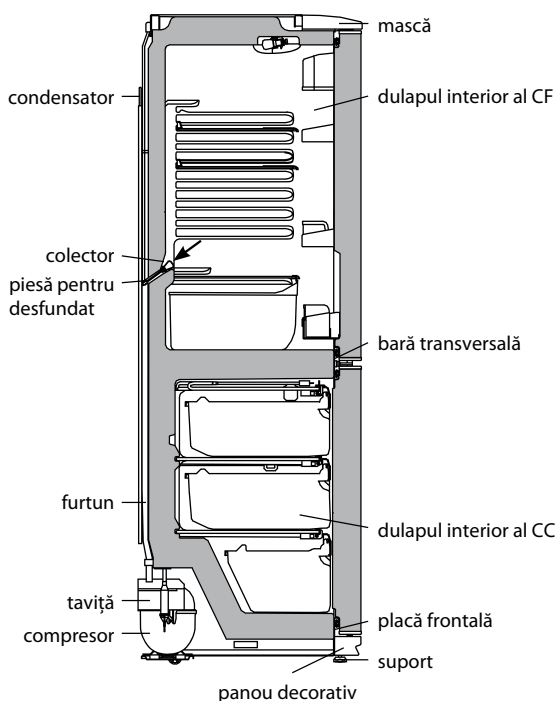

Figura 5 — Schema scurgerii apei rezultate în urma topirii din CF
3.5.1 În CF se folosește un sistem automat de dezghețare. Bruma, care apare pe perețele din spate a CF, după deconectarea compresorului care lucrează în ciclu, se topește și se transformă în picături de apă. Picăturile de apă rezultată în urma topirii se scurg în colector, apoi prin gaura acestuia și prin furtun - în tavița de pe compresor, în conformitate cu figura 5 și se evaporă. Gaura colectorului este dotată cu o piesă pentru prevenirea înfundării sistemului de drenaj.
Prezența apei în colector indică înfundarea sistemului de drenaj. Pentru eliminarea înfundării folosiți piesa corespunzătoare și curățați gaura colectorului, astfel ca apa să se scurgă liber în taviță, apoi spălați piesa și instalați-o în conformitate cu figura 5.
SE INTERZICE să utilizați frigiderul cu sistemul de scurgere înfundat. Apa care a apărut la baza CF sau care a ajuns în locul de alăturare a barei transversale și a dulapului interior al CF, în conformitate cu figura 5, poate provoca coroziunea dulapului exterior al frigiderului și elementelor agregatului frigorific, defectarea izolației termice, formarea crăpăturilor dulapului interior și defecțiunea frigiderului.
SE INTERZICE dezghețarea CC fără utilizarea elementului pentru drenare. Apa rezultată în urma topirii care se scurge din cameră afară de elementul pentru drenare, pătrunzând în locul de alăturare a plăcii frontale la dulap interior în conformitate cu figura 5, poate provoca coroziunea dulapului exterior al congelatorului și a elementelor agregatului frigorific, defectarea izolației termice, formarea crăpăturilor dulapului interior și defectarea dulapului frigiderului.